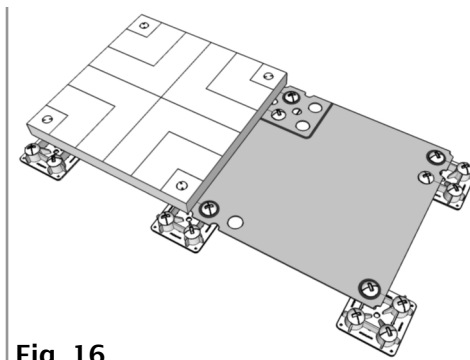
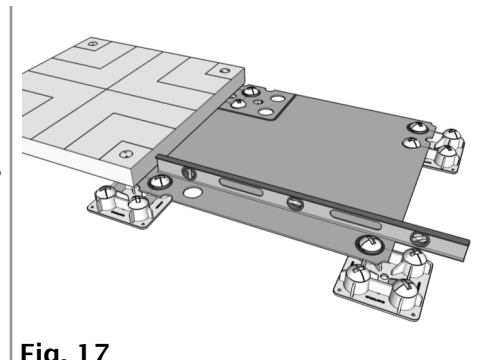

Fig. 16
Fig. 17
8. Coloque los 2 siguientes PIERS (A) en linea con cualquiera de los 2 Piers (A) previamente instalados usando la Plantilla F para el Pier. (Fig.16) Nivele cada nuevo Pier (A) e instale los Picos de ajuste (D). (Fig.17)